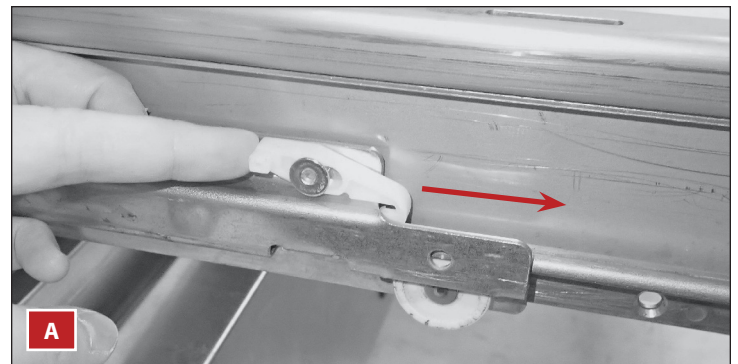

Figure 2a. Appuyez sur le taquet de retenue vers l'avant.
2. Poussez le taquet de retenue du tiroir en plastique vers l'avant et soulevez son extrémité avant. Voir fig. 2a et 2b.